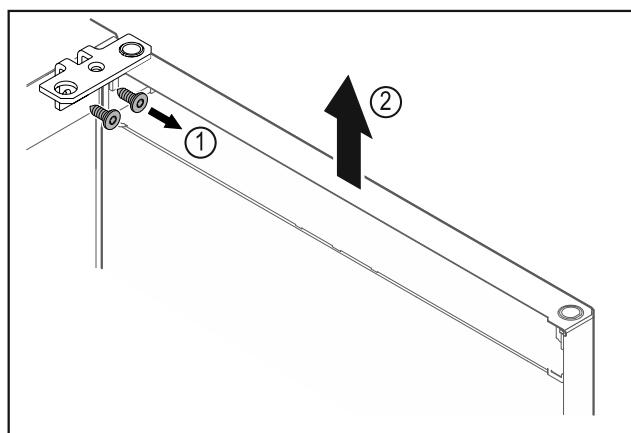

Fig. 9
- Відкрутити шарнірний кутик Fig. 9 (1).
- Дверцята з шарнірним кутиком Fig. 9 (2) приблизно на 200 мм прямо підняти вгору і зняти.